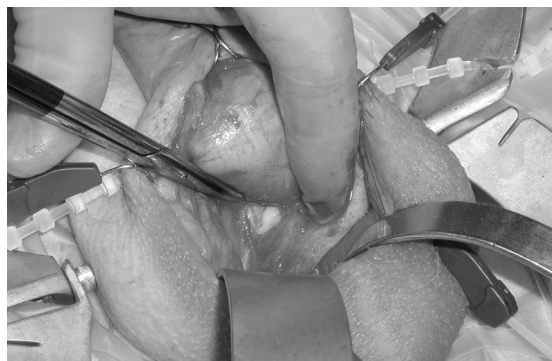

Figura 4-18.
7. È possibile ottenere facilmente la mobilitazione dell'uretra, tramite la dissezione netta delle fibre della fascia di Buck, che collegano il corpo cavernoso divergente al corpo spugnoso. (**Figura 4-18**)